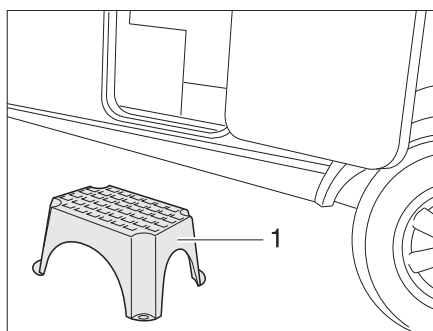

Fig. 17 Scalino di ingresso (non fissato all'interno)
- Collocare lo scalino di ingresso (Fig. 17,1) davanti all'entrata del caravan.